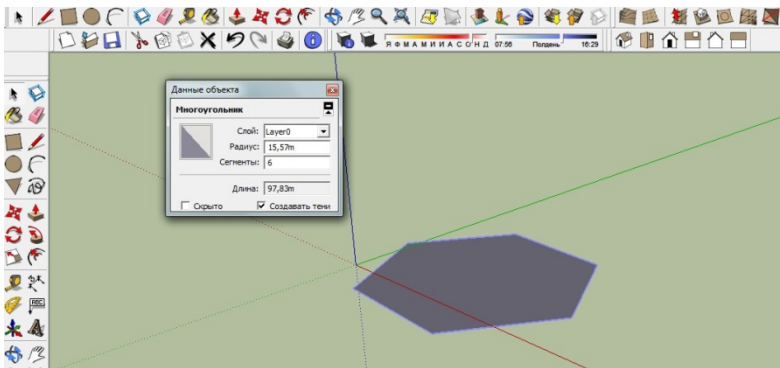

Рисунок 7.14
- «Радіус» - дозволяє змінити радіус описаного навколо багатокутника кола (рис. 7.14).
- «Довжина» - цю величину безпосередньо змінити не можна, так як вона залежить від радіусу і кількості сегментів і змінюється із їх зміною (рис. 7.14).